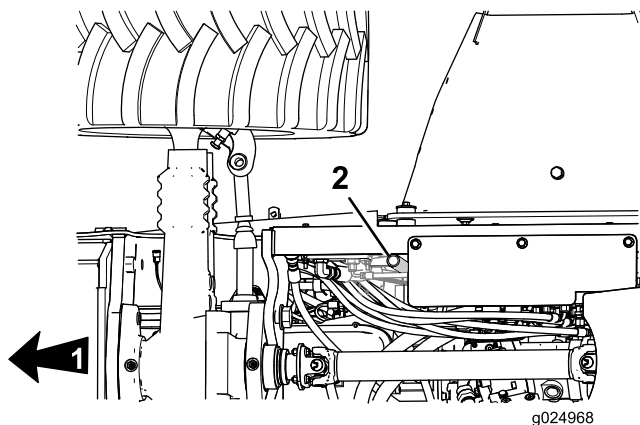

Рисунок 67
- Проверьте трубку сапуна картера двигателя (Рисунок 67) на наличие осадка, загрязнений или льда внутри трубки.